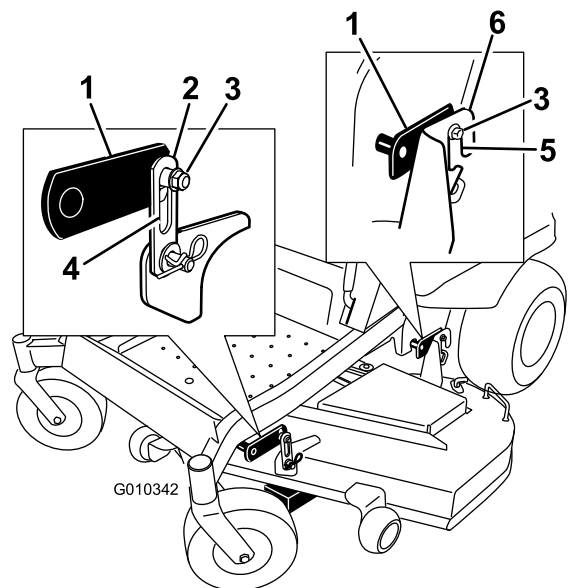

Bild 67
4. Lösen Sie die Sicherungsmuttern der Nivellierungseinstellung (Artikel 3) an allen vier Ecken, sodass das Mähwerk sicher auf allen vier Blöcken sitzt. Stellen Sie sicher, dass die Mähwerkhängeprofile ganz unten sind (oben am Schlitz) und dass das Mähwerkhubpedal ganz gegen den Anschlag gedrückt ist. Ziehen Sie dann die vier Sicherungsmuttern der Nivellierungseinstellung fest (Bild 67).